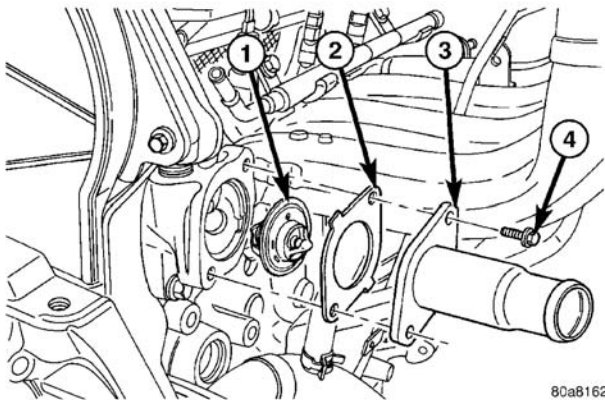
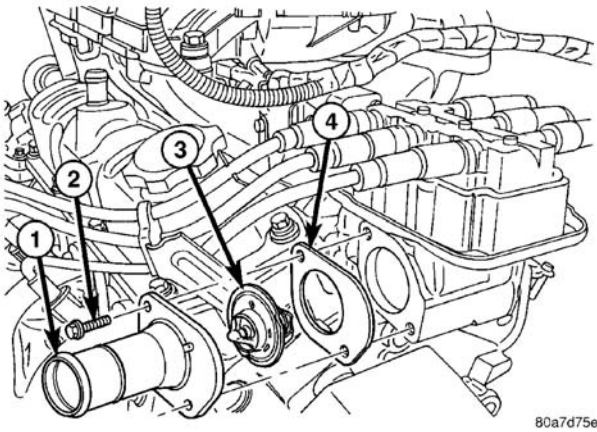

图 8 节温器和出口接头—2. 4L 发动机
图 10 节温器—3.3/3.8L 发动机
发动机冷却液节温器为蜡丸驱动、反向提升阀门式。节温器安装在发动机冷却液出口的壳体上（图 8）或（图 10）。
（3）卸下冷却液出口处壳体的固定螺栓，卸下壳体（图 8）。
（1）在冷却液出口接头处放一片新垫片（在清水里浸一下）。将节温器放在壳体内，并使其放气孔位于 12 点钟的位置（图 8）。
（3）将出口接头放到节温器壳体上，装上螺栓（图 8）。螺栓拧紧力矩为 $28\text{N} \cdot \text{m}$ (25in.lbs.)。
- (3) 卸下冷却液出口接头处的螺栓及接头（图 10）。
- (4) 从出口接头上将节温器卸下。
- (5) 丢弃垫片并清洁与垫片配合的两个密封面。
(3) 在确保节温器处于正确位置并处于所提供的凹槽中后，将新垫片放在节温器和接头上。
(4) 将节温器和接头组件安装到进气歧管上（图 10）。将螺栓拧紧至 28N.m (250in.lbs.)。